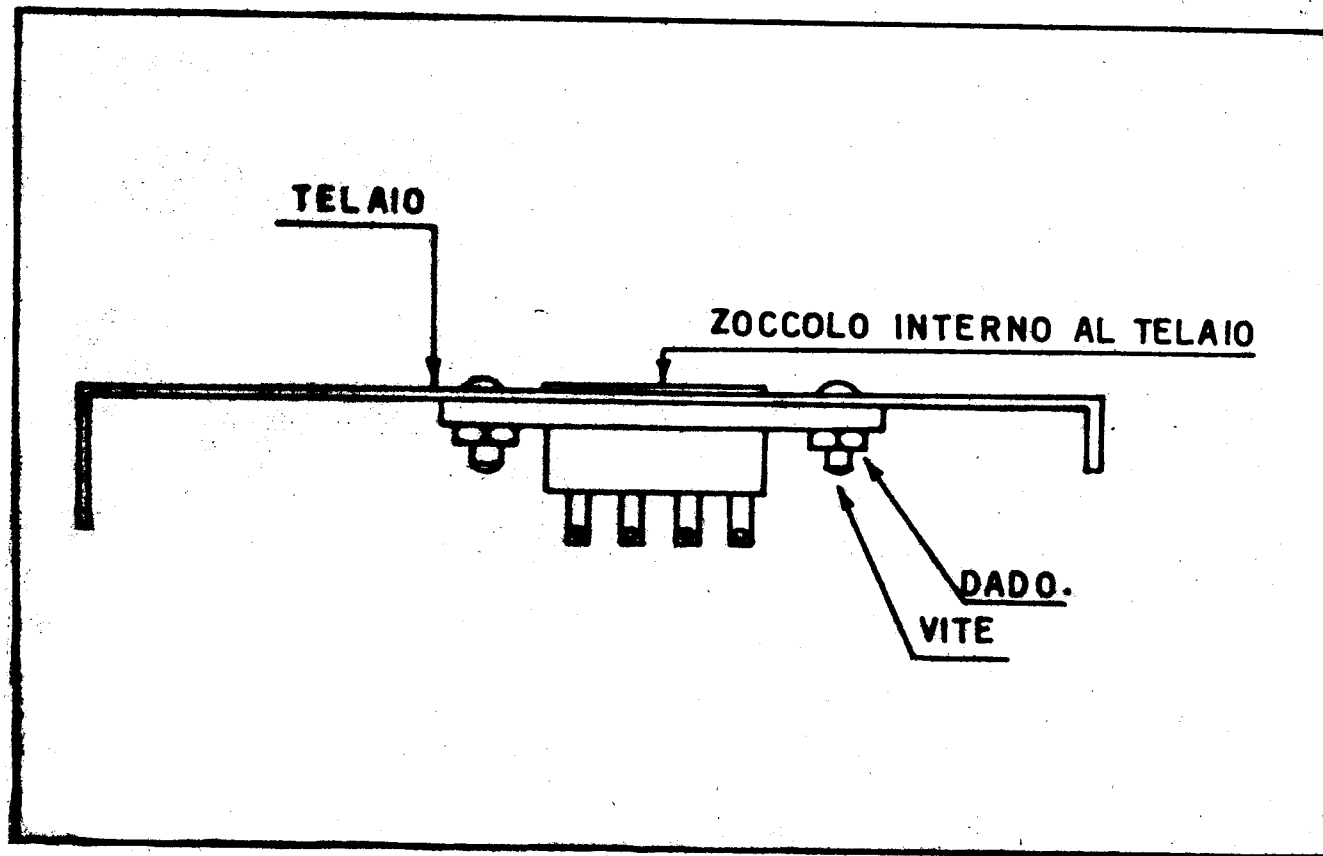

Fig. 1
- 5 zoccoli octal orientati come da disegno, ed interni al telaio (fig.1) ;